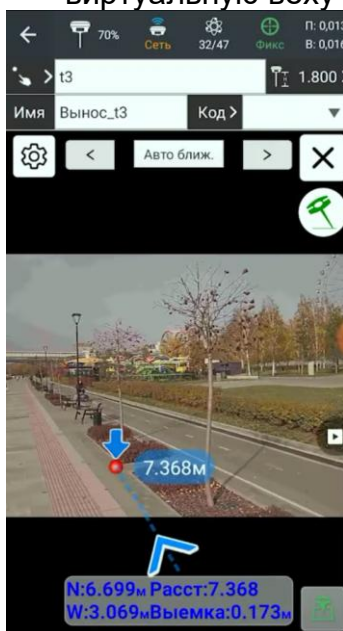

Рисунок 4.9.29
- При переходе через границу указанного расстояния включается основная камера приемника (Рисунок 4.9.29), данные с которой отображаются на экране контроллера.